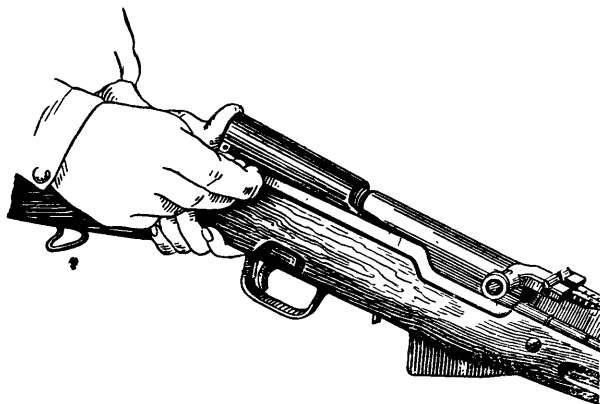

Рис. 6. Отделение крышки ствольной коробки
3) **Отделить крышку ствольной коробки** (рис. 6). Взять карабин левой рукой за шейку ложи, пальцами правой руки повернуть флажок чеки крышки вверх и, нажимая большим пальцем левой руки на крышку (подавая ее вперед), пошатывая чеку, оттянуть ее доотказа вправо. Взять правой рукой за задний конец крышки и отделить ее от ствольной коробки.